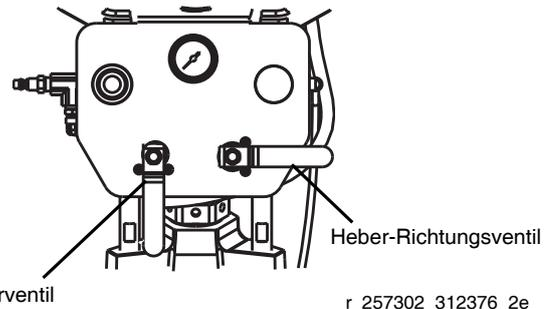

ABB. 7: L20c-Druckluftregelungskonsole
3. **Für den Luftregler von L20c:** Siehe ABB. 7.